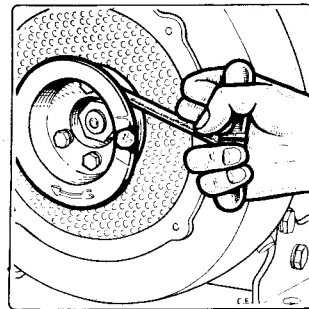

FIG. 5
- Avvolgere la funicella sulla puleggia 11) in senso orario e dare un energico strappo (Fig. 5). Ripetere se necessario.